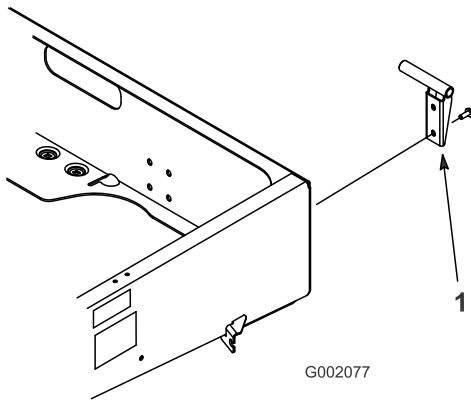

Figure 8
2. Fixez le pivot gauche à l'angle arrière gauche du châssis à l'aide de 2 vis à collerette (3/8 x 1 pouce). Positionnez le pivot comme illustré à la Figure 8.